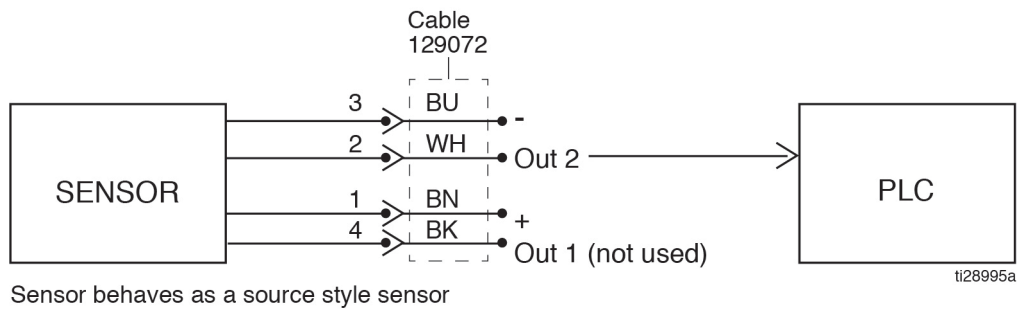

図 13
**注:** Graco GLC2200 (部品番号 24N468、シリーズ F またはそれ以降) はポンプを実行し、低レベルをモニターするために使用できます。図 13 で GLC2200 で管理されるシステムの低レベルセンサーの配線を参照してください。低レベルセンサーケーブル (部品番号 129072) および GLC2200 配線ハーネス (部品番号 24P314) が必要です。